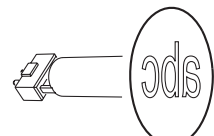
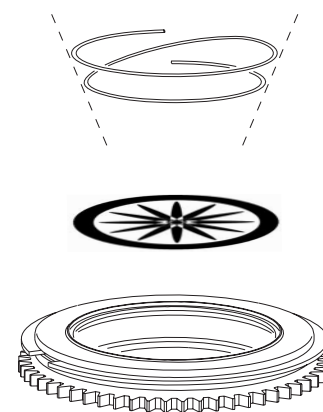

Figure 11. Orientation correcte des gobos
Figure 12: Porte gobo tournant
Les sens d'installation donnés en Figure 11 sont corrects dans la plupart des cas mais consultez votre fabricant ou votre revendeur Martin si vous avez le moindre doute sur le sens à donner à un type de gobo spécifique.
4. Insérez le nouveau gobo dans le porte gobo selon l'orientation donnée en Figure 11 et Figure 12. La face 'vers la scène' doit être à l'opposé du ressort.
4. Pour insérer un gobo, orientez-le selon les indications de la Figure 11 et glissez-le sous le ressort de rétention. Vérifiez le centrage de l'image.